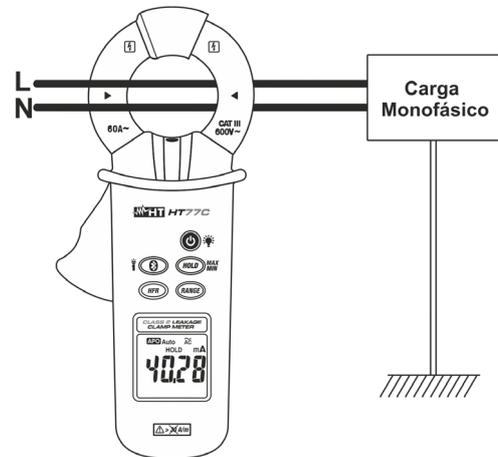
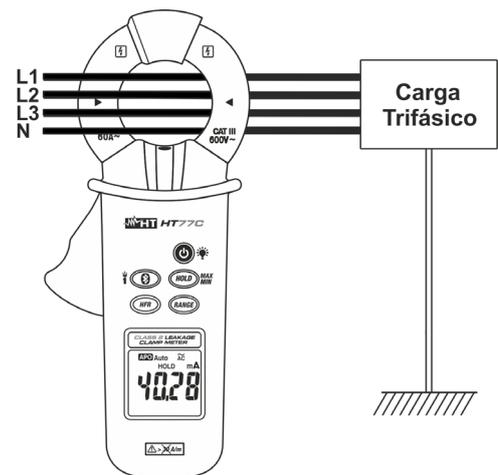

Fig. 5: Medidas de dispersión con el método indirecto en carga monofásico
Fig. 7: Medidas de dispersión con el método indirecto en carga trifásico
2. Abra el maxilar y conecte la pinza como se muestra en Fig. 5 o Fig. 7. El valor de la corriente dispersa se mostrará en el visualizador